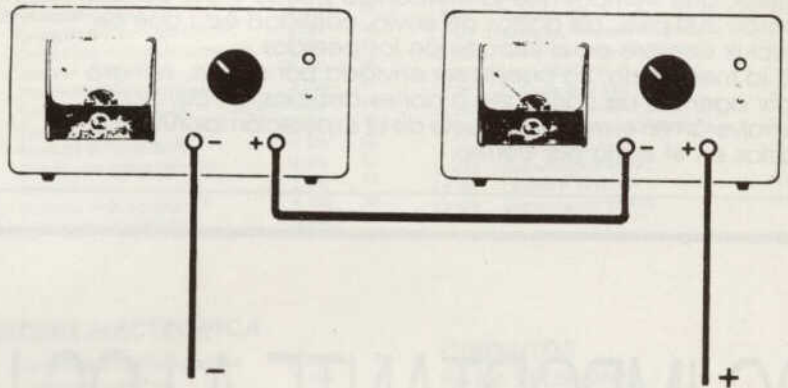

Figura 11
3) Finalmente conectando el positivo del uno con el negativo del otro, como se ve la figura 11 y utilizando esta conexión «común» como «masa», se dispone de un alimentador doble capaz de proporcionar tensiones variables desde un mínimo de 4,5 volt. + 4,5 volt. hasta un máximo de 25 + 25 volt. o también dos tensiones de polaridad opuesta, una positiva y una negativa respecto a la masa.